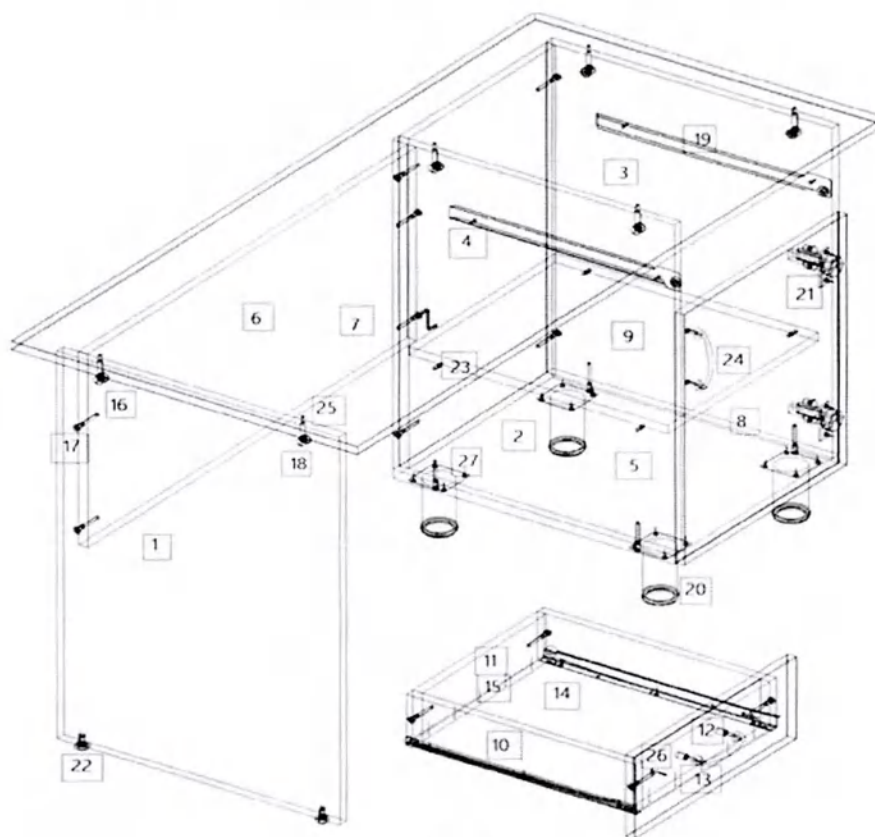

Рис.1
1. Внимательно ознакомьтесь со схемой сборки, изображённой на рис. 1, сверяясь со спецификацией на изделие. Согласно схеме и спецификации определите расположение деталей в изделии и порядок их сборки. Сборка производится на ровном полу, укрытом материалом, предотвращающим повреждение покрытия пола и деталей мебели. Подготовьте необходимые для сборки инструменты – плоскую и крестовую отвёртки, молоток, рулетку или линейку.
2. На боковой стенке стола (1) установите подпятники (20). На боковых стенках (1,2,3) установите цилиндрические части (23) эксцентриковых стяжек в предназначенные для них отверстия. На крышке стола (8) установите штоки эксцентриковых стяжек (23). На боковых стенках (2,3) шурупами 4×16 (24) закрепите направляющие (18).
3. Евровинтами (15), как показано на рис. 1, соедините боковые стенки стола (1,2,3) с вертикальными стенками (4,7) и горизонтальными стенками (5,6). Шурупами 4×16 закрепите регулируемые опоры (19). Установите крышку (8). Затяжка соединения производится путём поворота эксцентриков до упора в направлении стрелки, выштампованной на корпусе стяжки. На видимые головки евровинтов и эксцентриков установите заглушки (17,18).
4. Сборка ящиков. Евровинтами (15) соедините боковые стенки ящика (9,10) с задней (11) и передней (12) стенками. Дно ящика (13) установите в пазы и закрепите к задней и передней стенке гвоздями (26), к боковым стенкам – уголками (22). Шурупами 4×16 (24) закрепите на боковых стенках ящика узкие части направляющих (18). Шурупами 3.5×30 (25) закрепите фасад (14) к передней стенке ящика (12). Установите ручку (21). Установите собранные ящики в корпус стола.